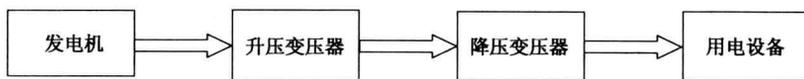

图 1-3 电力系统输电电路原理框图
(1) 进行能量的传输、分配与转换。典型的例子是电力系统中的输电电路，如图 1-3 所示。发电厂的发电机组将其他形式的能量（热能、水能、风能、原子能等）转换成电能，通过变压器、输电线等输送给用户，那里把电能转换成机械能（如负载是电动机）、光能（如负载是灯泡）、热能（如负载是电炉等），为人们生产、生活所利用。